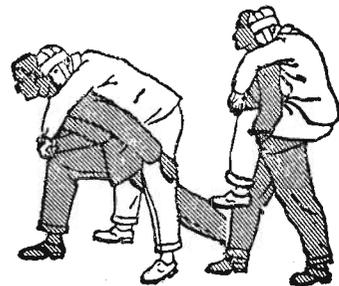

Figura 6 - Trasporto a cavalluccio.
- a) a cavalluccio: feriti con arti inferiori senza fratture e con superiori e sensorio liberi (figura 6);